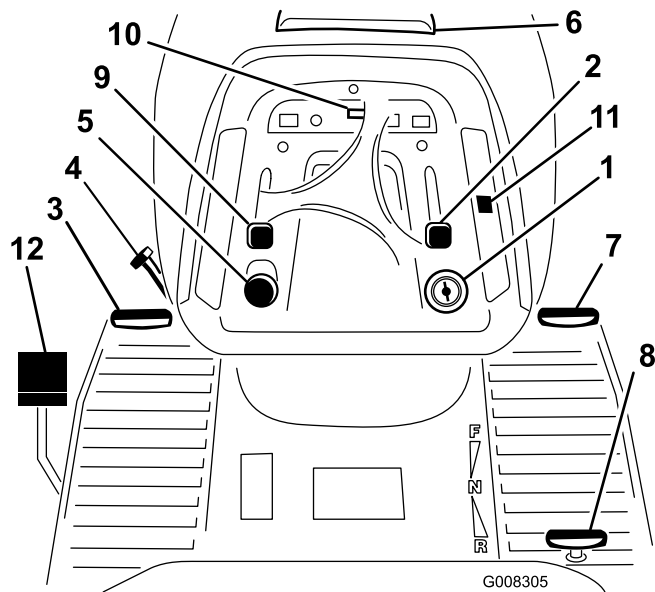

Figure 4
Avant de mettre le moteur en marche et d'utiliser la machine, familiarisez vous avec toutes les commandes (Figure 4).
1. Appuyez sur la pédale de frein (Figure 4) et maintenez-la enfoncée.
2. Tournez le levier de frein de stationnement (Figure 4) dans le sens anti horaire et relâchez progressivement la pédale de frein.
1. Enfonchez la pédale de frein (Figure 4).
2. Poussez la commande du régulateur de vitesse en position activé (Figure 4).
Le compteur horaire se trouve sur le tableau de bord (Figure 4) et indique le nombre total d'heures de fonctionnement de la machine.